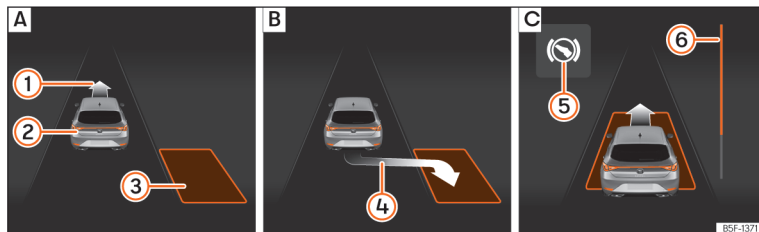
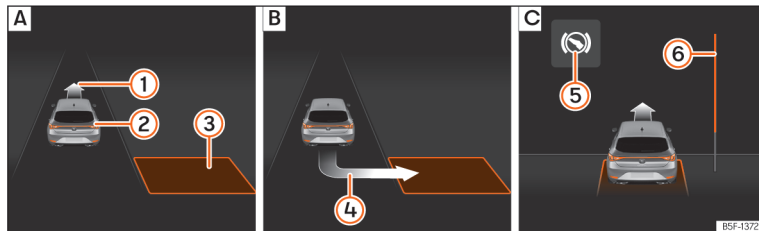

Abb. 152 Am Bildschirm des Kombi-Instruments: längs einparken. **A**: Parklücke suchen. **B**: Position zum Einparken. **C**: Rangieren.
Abb. 153 Am Bildschirm des Kombi-Instruments: quer einparken. **A**: Parklücke suchen. **B**: Position zum Einparken. **C**: Rangieren.
- Prüfen Sie anhand der Anzeige im Bildschirm des Kombi-Instruments, ob die Parklücke als „geeignet“ erkannt wurde und ob die korrekte Position zum Einparken » (Abb. 152) **B** oder
» (Abb. 153) **B** erreicht wurde. Die Parklücke wird als „geeignet“ betrachtet, wenn auf dem Bildschirm des Kombi-Instruments die Anzeige zum Einparken erscheint ④.
• Fahren Sie rückwärts, bis das Dauertonsignal des ParkPilot ertönt; **ODER:** fahren Sie zurück, bis auf dem Bildschirm des Kombi-Instruments die Anzeige für Vorwärtsfahren »» (Abb. 152) [C] oder »» (Abb. 153) [C] erscheint; **ODER:** fahren Sie zurück, bis am Bildschirm des Kombi-Instruments die Meldung **Park Assist beendet** erscheint. Die Fortschrittsanzeige ⑥ zeigt den zurückzulegenden Abstand an.
• Treten Sie auf das Bremspedal, bis die Lenkbewegungen des Parklenkassistenten beendet sind; **ODER:** bis das Symbol ⑨ am Bildschirm des Kombi-Instruments erlischt.
• Fahren Sie vorwärts, bis das Dauertonsignal des ParkPilot ertönt; **ODER:** fahren Sie vorwärts, bis am Bildschirm des Kombi-Instruments die Anzeige zur Rückwärtsfahrt erscheint. Der Parklenkassistent lenkt das Fahrzeug so lange beim Vorwärts- und Rückwärtsfahren, bis das Fahrzeug gerade in der Parklücke steht »» (Abb. 152) [C] bzw. »» (Abb. 153) [C].
Die Fortschrittsanzeigen »» (Abb. 152) ⑥ und »» (Abb. 153) ⑥ am Bildschirm des Kombi-Instruments zeigt symbolisch die noch zu fahrende relative Fahrstrecke an. Je länger die Distanz ist, desto größer ist der Füllstand des Fortschrittsbalkens. Bei Vorwärtsfahrt nimmt die Füllung des Fortschrittsbalkens nach oben ab und bei Rückwärtsfahrt nimmt die Füllung des Fortschrittsbalkens nach unten ab.